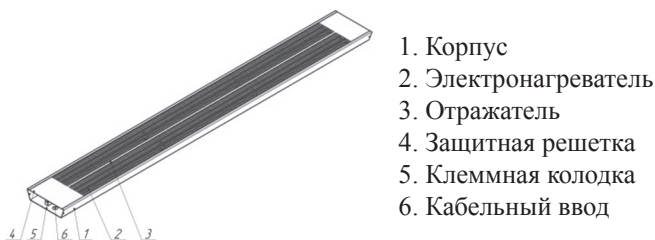

Рис.1. Обогреватель инфракрасный.
5.1 Схема инфракрасного обогревателя представлена на рис. 1